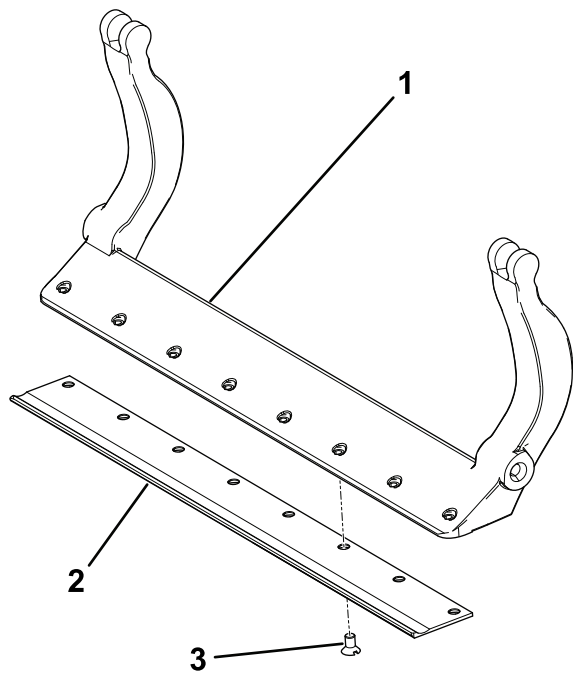

Figura 34
3. Aplique compuesto antiadherente a los tornillos e instale la contratuchilla en la barra de asiento del siguiente modo (Figura 34):